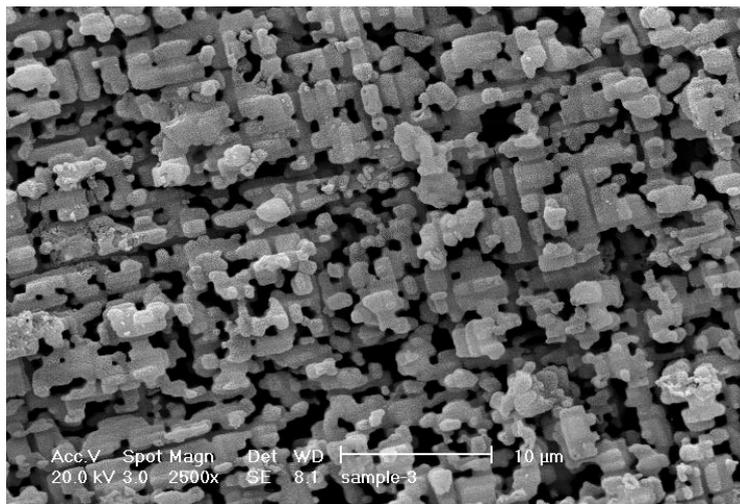

Abb. 2: Oberfläche einer geätzten Anodenfolie
1. Ätzen – hoch reine Aluminiumfolien einer Dicke von 20 ~ 100 μm sind das Ausgangsmaterial der späteren Anoden- und Kathodenfolien. Der Ätzvorgang erhöht die Oberfläche des Anodenmaterials je nach Spannungsfestigkeit um bis zu mehr als 120fach (Abb. 2).
Abbildung 2 zeigt eine elektronenmikroskopische Aufnahme der Oberfläche einer geätzten Hochvolt-Anodenfolie. Die homogene Verteilung und der große freie Querschnitt der geätzten Löcher ermöglichen es, Oxidschicht und Elektrolyt gleichmäßig über die gesamte Oberfläche einzubringen. Bereits zu diesem frühen Zeitpunkt im Produktionsablauf entscheidet sich, ob der Elko später den hohen Anforderungen in Bezug auf Zuverlässigkeit, Stromtragfähigkeit und Langlebigkeit in professionellen Industrieanwendungen gerecht werden kann.